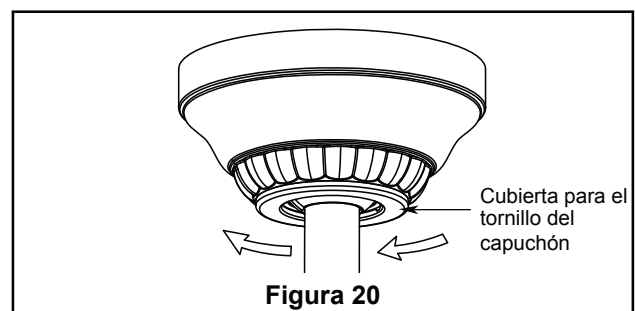

Figura 20
2. Coloque y ajuste firmemente la cubierta para el tornillo de la base sobre los tornillos de reborde de la abrazadera para colgar mediante el mecanismo de seguro por giro del chavetero. (Figura 20)